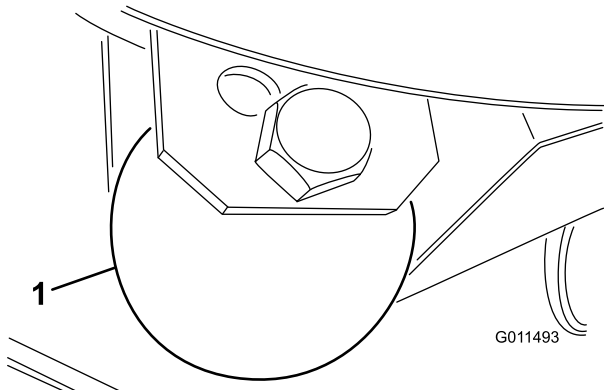

Figure 25
1. Enlevez le boulon et l'écrou qui fixent la roue de jauge aux supports du tablier de coupe (Figure 25).